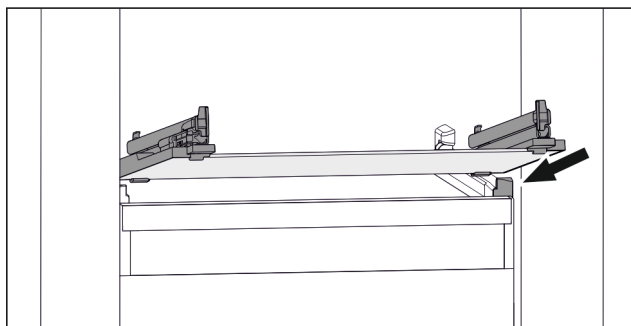

Fig. 112 Beispielhafte Darstellung der Glasplatte
- Glasplatte schräg hinter den Stoppern aufsetzen. (zie Fig. 112)